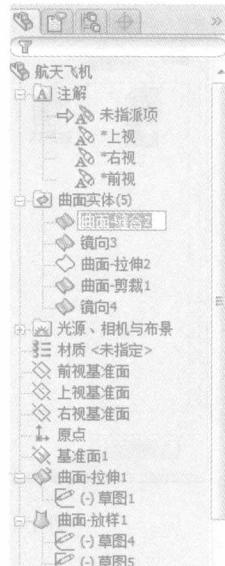

图 1-13 FeatureManager 设计树更改项目名称
- 如要更改项目的名称，在名称上缓慢单击两次以选择该名称，然后输入新的名称即可，如图 1-13 所示；